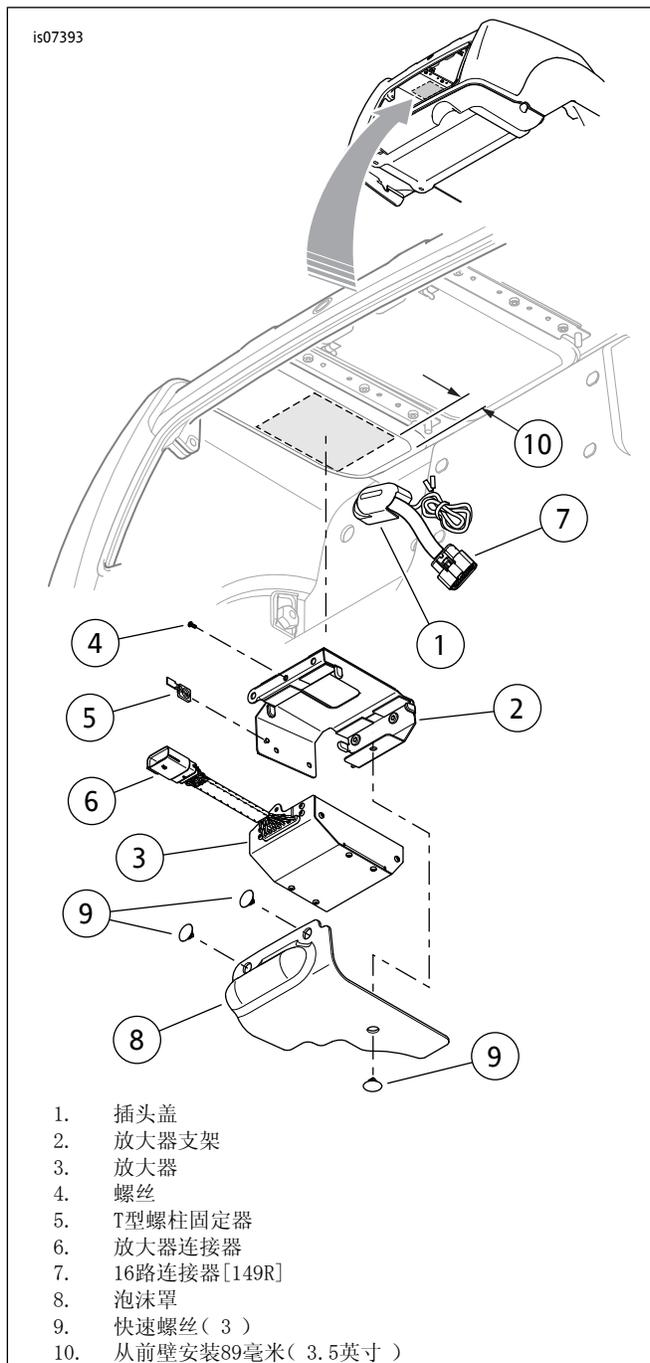

图5。安装第二放大器
3. 参见图5。从行李箱内侧在面板安装式连接器和跳线线束上安装塞盖(1)。将两个螺丝从行李箱外侧穿过连接器凸缘和行李箱壁插入塞盖上的螺孔。拧紧至3.95-4.52 N·m (35-40 in-lbs)。
5. 参见图5。使用50%异丙醇和50%蒸馏水的混合剂清洁行李箱顶板下侧至面板安装式连接器塞盖(1)后部的平整区域。待其完全晾干。